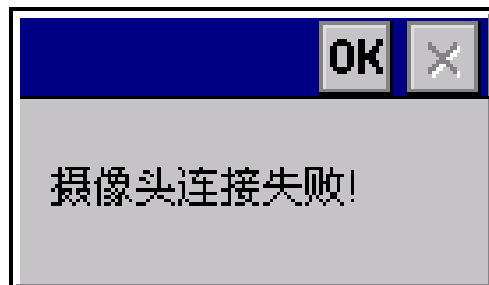

图3 探测头未与裂缝测宽仪连接时提示对话框
1) 当探测头未与裂缝测宽仪连接时，裂缝测宽仪出现如图3所示对话框。